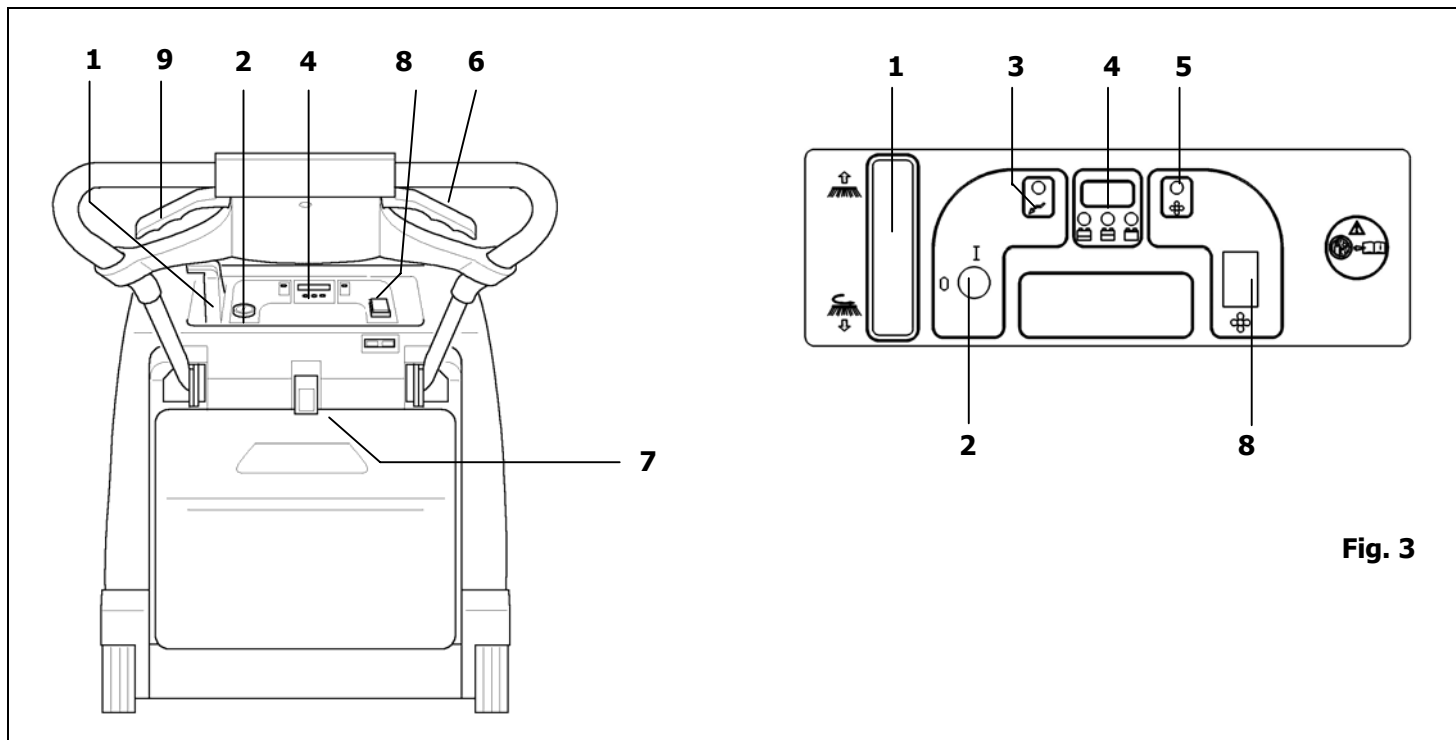

Fig. 3
- Mettre le levier lève-balai (**pos. 1 Fig. 3**) sur **OFF**.
- Vérifier que le balai latéral **pos. 1 Fig 3** soit sur **0**.
- Mettre l'interrupteur pos. 2 Fig. 3 sur I. Attendre environ 10" avant d'actionner la machine.
- Contrôler sur l'indicateur **pos. 4 Fig. 3** que la batterie est complètement chargée avant de commencer à travailler, si ce n'est pas le cas recharger la batterie.
Tirer le levier de traction **pos. 6 Fig. 3** et procéder au nettoyage
Si nécessaire, actionner le levier **pos. 1 Fig. 3** en le mettant en **position I** pour mettre en marche le balai latéral. A la fin du travail remettre le balai latéral, si on l'a utilisé, sur la **position 0**. Eteindre la machine et retirer les clés du tableau de bord.
La durée de la batterie dépendra de l'entretien périodique et du niveau de charge atteint. Ne pas décharger la batterie au-delà de la limite indiquée par les voyants pos. 4 Fig. 3. Une fois atteinte la limite maxi de décharge la machine s'arrête et doit être rechargée pour pouvoir continuer à travailler.